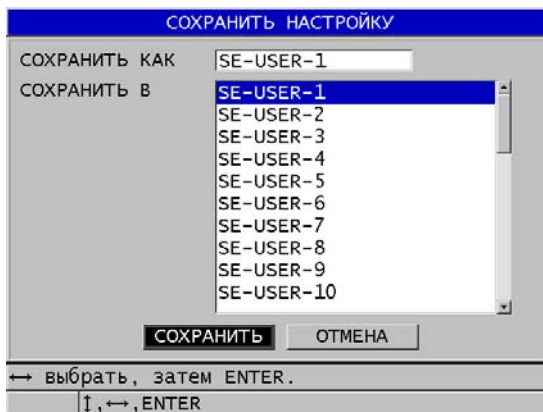

Рис. 13-17 Сохранение пользовательских настроек
4. В окне **СОХРАНИТЬ НАСТРОЙКУ** (см. Рис. 13-17 на стр. 252).